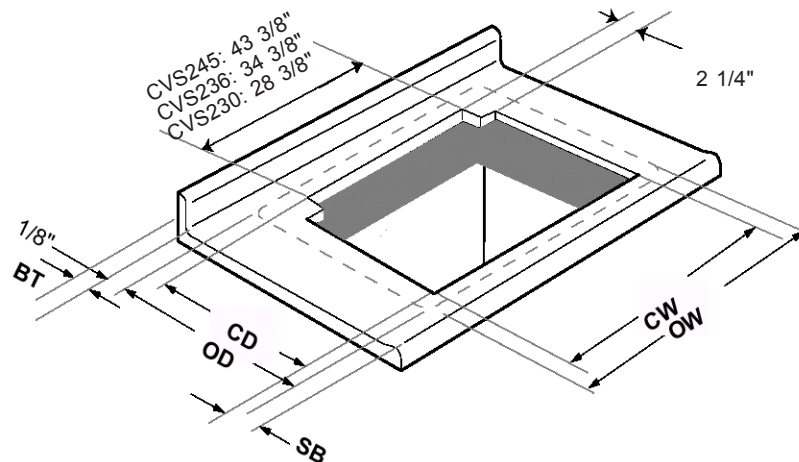

Figura 7
Para una instalación con parrilla Thermador, consultar la Parte A (a la izquierda) y la Figura 7 (Página 8). Para una instalación con parrilla de otra marca, consultar la Parte B (Página 9).
A. Para la instalación con parrilla Thermador (Figura 7 y Tabla 3)